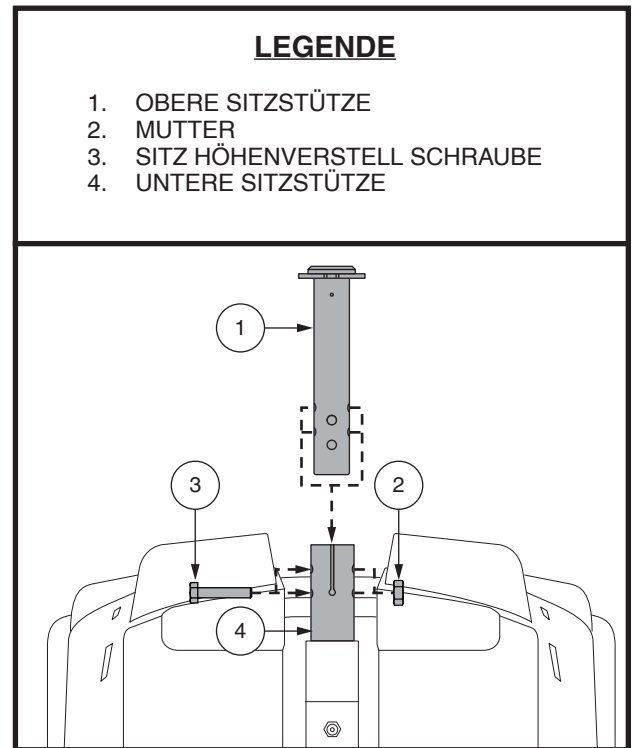

Abb. 20. Einstellung der Sitzhöhe
2. Sitz umdrehen, um die Unterseite einzusehen. **Siehe Abb. 20.**